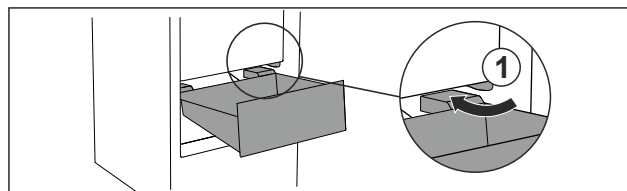

Fig. 116
- ▶ Обойдите стопор *Fig. 116 (1)* выдвижного ящика под наклоном.